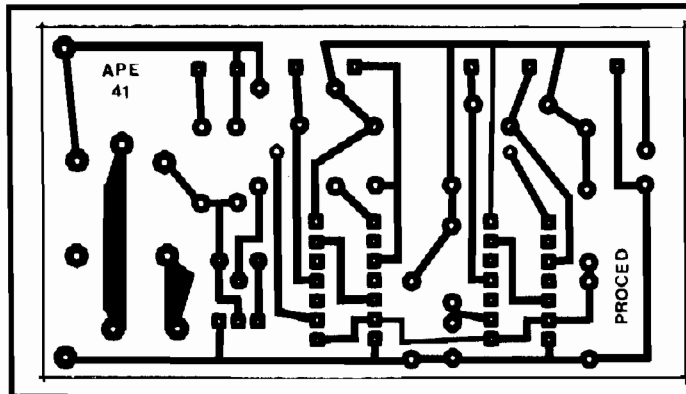
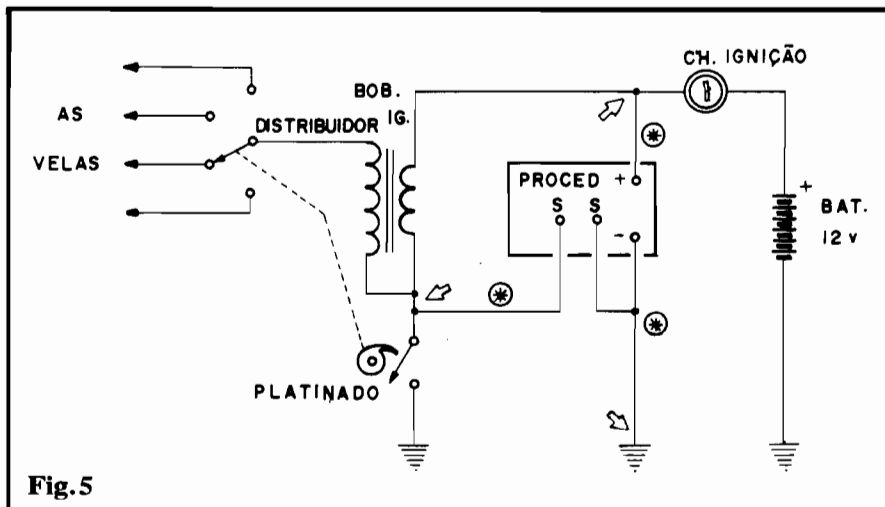

Fig. 2
Fig.5
- **FIG. 5 - INSERINDO O PROCED NO SISTEMA DE IGNIÇÃO (INSTALAÇÃO)** - É necessário que o Leitor/Hobbysta conheça um mínimo da estrutura elétrica do sistema de ignição do veículo, para a correta instalação do PROCED... O diagrama traz um esquema direto e claro de como o dispositivo deve ser inserido, notando que apenas as ligações indicadas pelas setas (e as cabagens marcadas com asteriscos...) devem ser acrescentadas... "Nadinha" precisa ser "mexido" na original instalação/cabagem do sistema elétrico do veículo, já que o PROCED é simplesmente "acrescentado"... Quem tiver muitas dúvidas a respeito, deverá consultar um electricista de auto, levando uma cópia do esquema (fig. 5) que elucidará o profissional sobre a (facíl)ma instalação do dispositivo... Resumindo: o ponto (-) da placa vai à "massa" ou "chassis" do carro (**negativo** da alimentação), o ponto (+) vai aos 12V **positivos** do sistema elétrico, porém obrigatoriamente **passando** pela chave de ignição, de modo que apenas quando esta for ligada o circuito possa receber energia... Finalmente, os pontos (S-S) servirão para eletricamente "curto-circuitar" o platinado do veículo... Isso é promovido de forma muito simples: um dos pontos S vai à "massa" ou "chassis", enquanto que o outro vai ao terminal da bobina de ignição acoplado
Se a bateria do veículo for simplesmente substituída por uma fonte (ligada à CA local) capaz de fornecer os 12V necessários ao circuito, e se o contato NF do relê (originalmente não aproveitado) for utilizado (basta conectar um fio à ilha respectiva, na face cobreada do impresso - ver fig. 2...), o conjunto poderá ser facilmente adaptado para funcionamento "não automotivo"... Nesse caso, uma "chave extra" deverá ser incorporada ao painel de digitação, na forma de um interruptor tipo "liga-desliga", cuja "posição elétrica" deverá corresponder à ocupada pela chave de ignição (rever fig. 5...). Basta um pouquinho de raciocínio e inventividade, para implementar diversas utilizações práticas, nesse tipo de configuração...